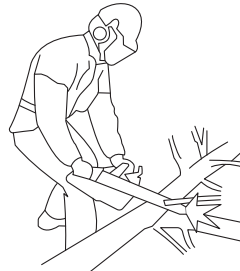

Abbildung 10
- Beim Schneiden von Baumstämmen an einem Hang stehen Sie immer auf der hangaufwärts gelegenen Seite des Stammes (siehe Abbildung 10). Behalten Sie während des gesamten Sägevorgangs die volle Kontrolle über die Kettensäge. Verringern Sie zum Ende des Schnitts den Druck, anstatt Ihren Griff an den Griffen zu lockern. Lassen Sie die Kettensäge niemals den Boden berühren. Warten Sie nach Abschluss des Schnitts, bis die Kette vollständig zum Stillstand gekommen ist, bevor Sie die Säge entfernen. Schalten Sie den Motor immer aus, bevor Sie